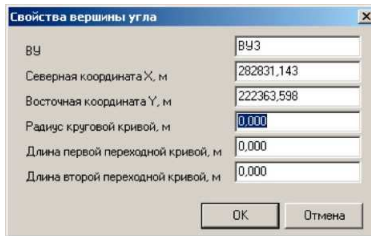

Рис.5. Свойства вершины угла
- появится диалоговое окно с информацией о вершине (рис.5);